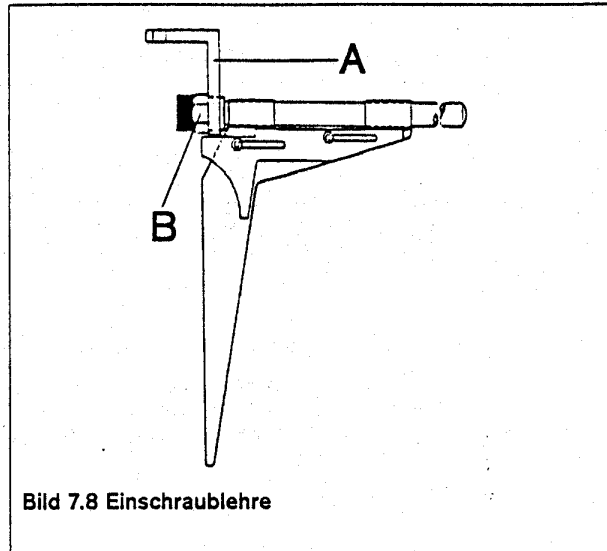

Bild 7.8 Einschraublehre
- Einschraublehre für Gasflaschenventilmontage, vollständig inkl. Teile A bis D (V 7990) (Bild 7.8)